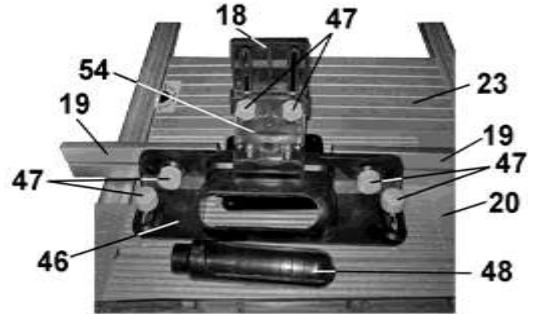

Рис. 17
8.5.2. Болтовым соединением скрепите держатель планок (46) и держатель вертикальной планки (54), Рис.17. Держатель планок (46) закрепите на рабочем столе (20), Рис. 16-18. На держателе (46) установите и закрепите направляющие планки (19), вставьте (задвигая) патрубок (49), Рис16-18. На держателе (54) установите и закрепите прижимную планку (18), Рис.17.